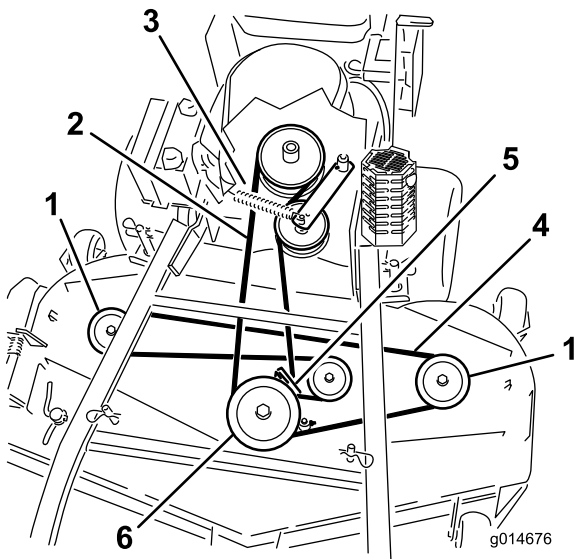
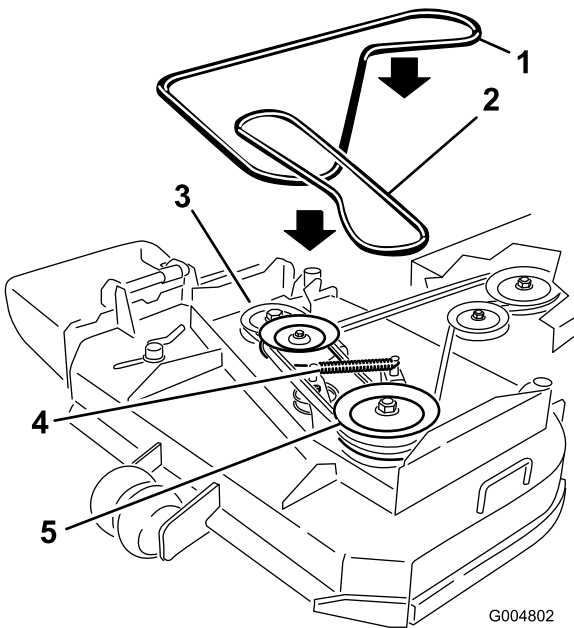

Figura 50
Figura 51
6. Desconecte el muelle del brazo de la polea tensora para aliviar la tensión de dicho brazo y de la polea tensora; retire la correa del cortacésped desgastada (Figura 50 o Figura 51).
7. Instale la nueva correa del cortacésped alrededor de las 2 poleas exteriores de los ejes, la polea tensora y en la ranura inferior de la polea doble de los ejes (Figura 50 o Figura 51).
8. Conecte el muelle del brazo de la polea tensora (Figura 50 o Figura 51).
10. Ajuste la guía a una distancia de 3 mm (1/8 pulg.) de la correa (Figura 50 o Figura 51).